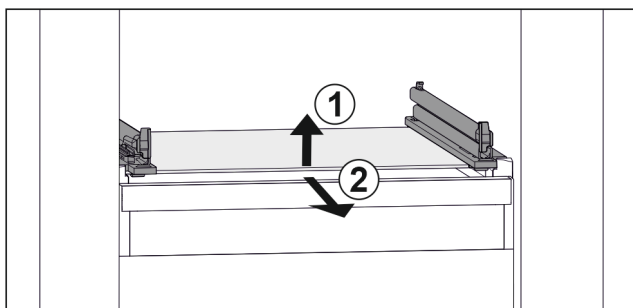

Fig. 62 Przykładowa prezentacja płyty szklanej
- ▶ Unieść płytę szklaną z przodu. Fig. 62 (1)
- ▶ Wyjąć płytę szklaną do przodu. Fig. 62 (2)